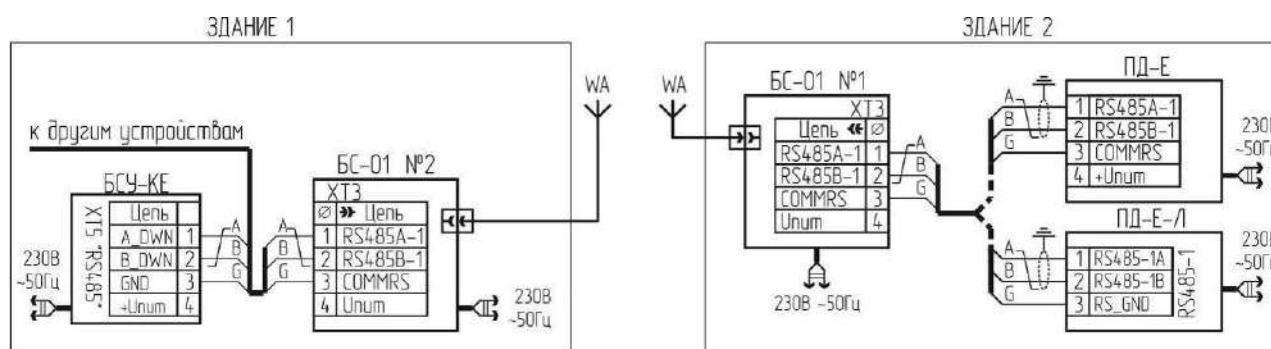

Рисунок 16 – Подключение удаленного пульта ПД-Е
6.1.2 Подключение удаленного пульта ПД-Е (рисунок 16)